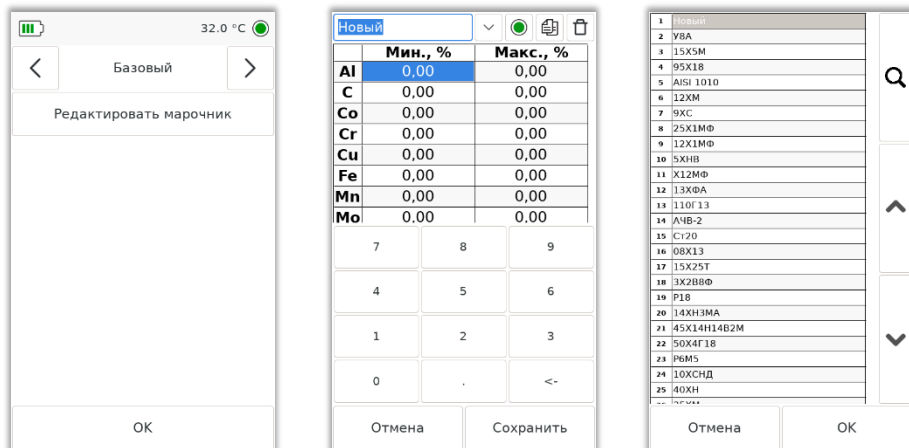

Рисунок 59 Редактор марочника
- 5.9.2. Выберите необходимый, используя стрелки вправо/влево. Нажмите кнопку «Редактировать марочник» (Рисунок 59), чтобы перейти к редактированию или добавлению марок.